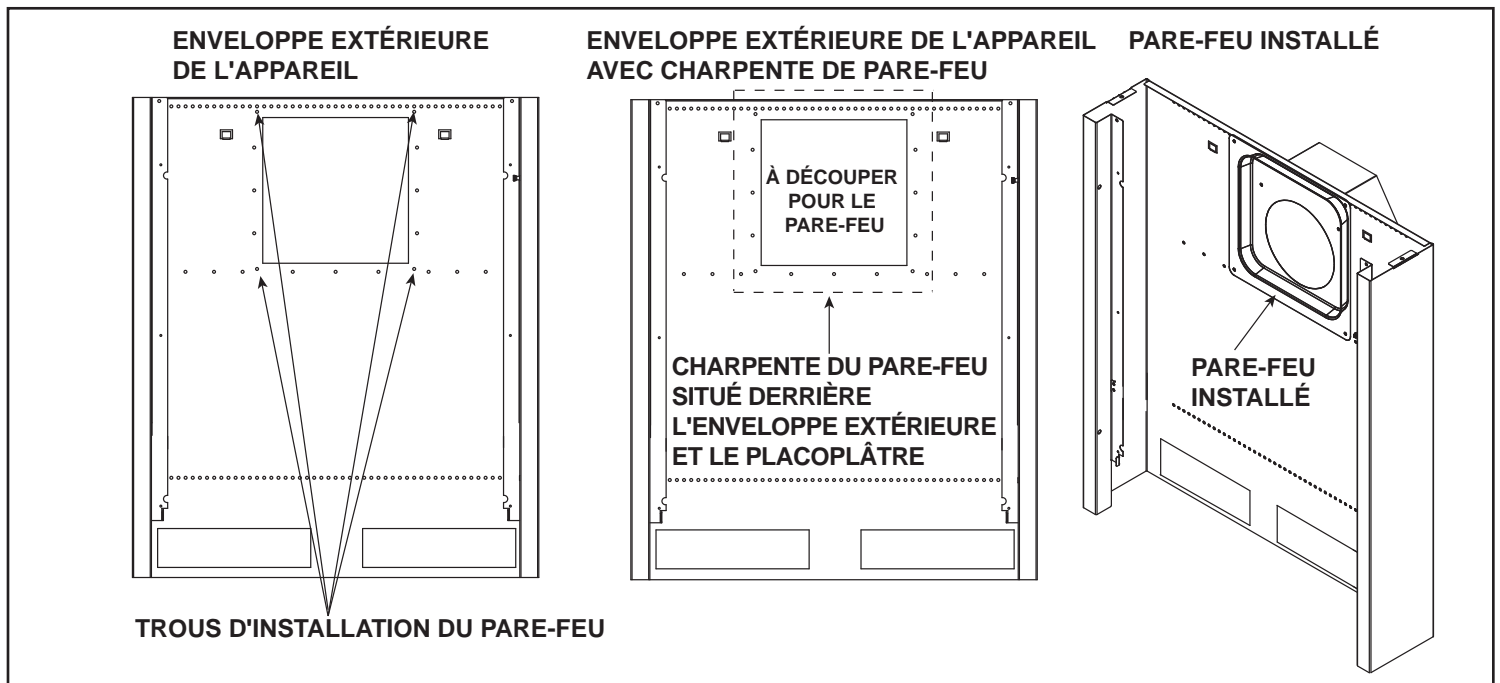

Figure 6.10. Installer le pare-feu et la charpente du pare-feu
5. Encadrez les bords du tour du pare-feu afin d'assurer que l'isolation n'entre pas en contact avec le conduit d'évacuation. Voir les figures 6.10 et 6.12.
6. Installez le pare-feu mural avec quatre vis. Voir les figures 6.10 et 6.11 (C).